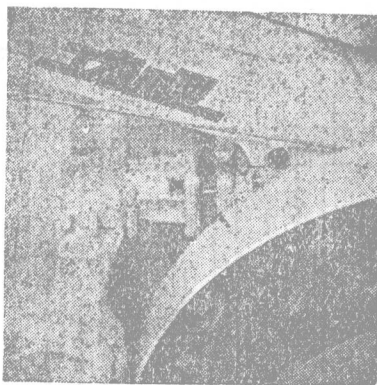

图10 旋耕机的挂接
1. 旋耕机的挂接与调整:旋耕机与拖拉机的挂接是靠旋耕机锥齿轮箱与拖拉机后盖板以及旋耕机后端两条挂杆与拖拉机扶手架的螺钉紧固达到(图10)。